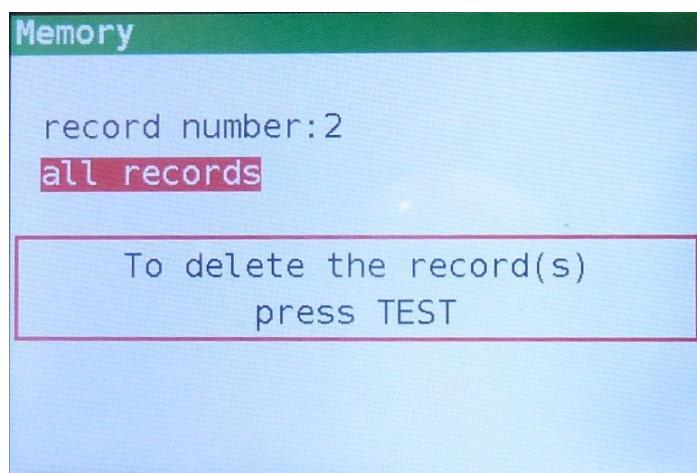

Abbildung 8.9: Löschbildschirm
Schritt 5 Drücken Sie die AB-Taste, um alle Datensätze auszuwählen (Abbildung 8.9)